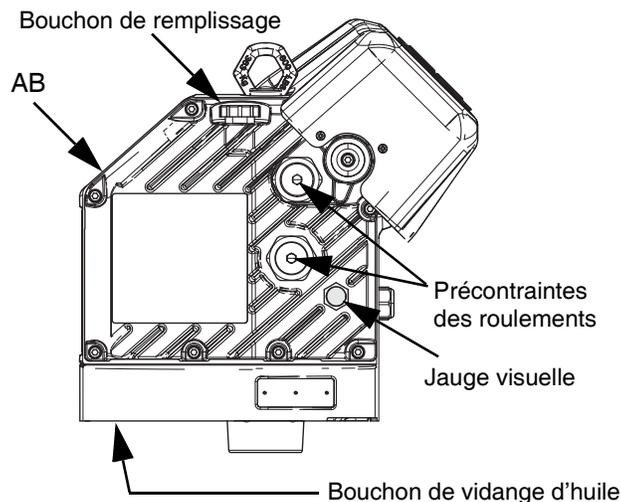

FIG. 32 : Jauge visuelle et bouchon de remplissage d'huile
3. Retirer le bouchon de vidange d'huile. Voir la FIG. 32 pour connaître l'emplacement du bouchon de vidange. Laisser l'intégralité de l'huile s'écouler du moteur (AB).
Voir la FIG. 32 ci-dessous. Vérifier régulièrement le niveau d'huile dans la jauge visuelle. Le niveau d'huile doit se trouver près de la moitié de la jauge visuelle lorsque le moteur (AB) ne tourne pas. Si le niveau d'huile est bas, ouvrir le bouchon de remplissage et ajouter de l'huile synthétique EP sans silicone pour engrenages ISO 220 Graco réf. 16W645.